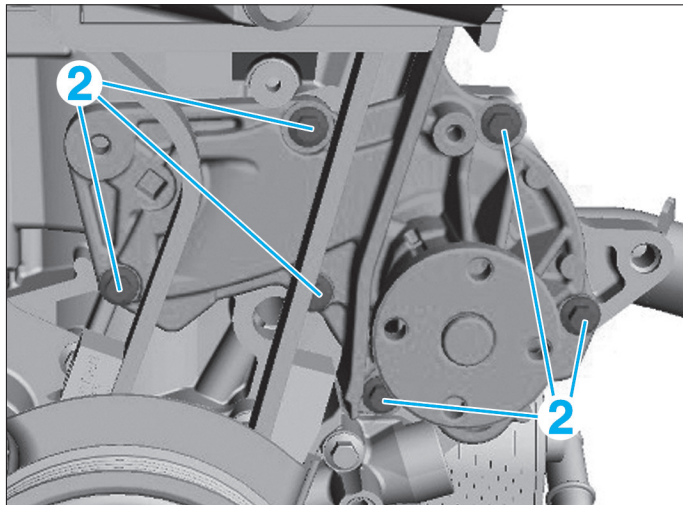

Fig. 22
- les vis (2) de la pompe à eau (Fig.22),